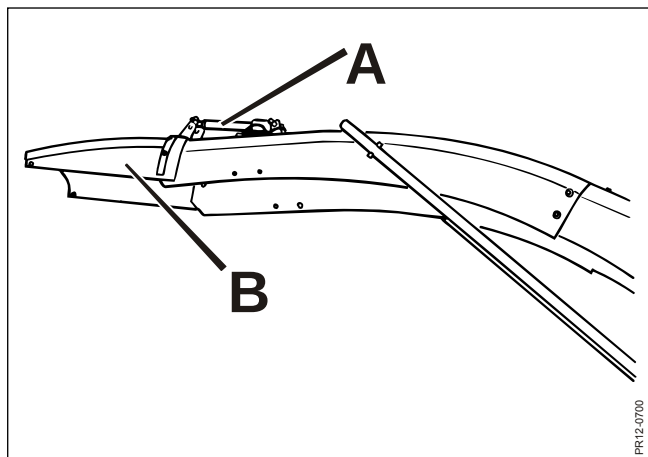

Fig. 3-11
- Fig 3-11** Ledning **A** monteres i ledningsholder **B** og på ledningsholder **C** (fastspændes med strips). Ledningen må ikke spændes stramt op, men skal hænge løst.